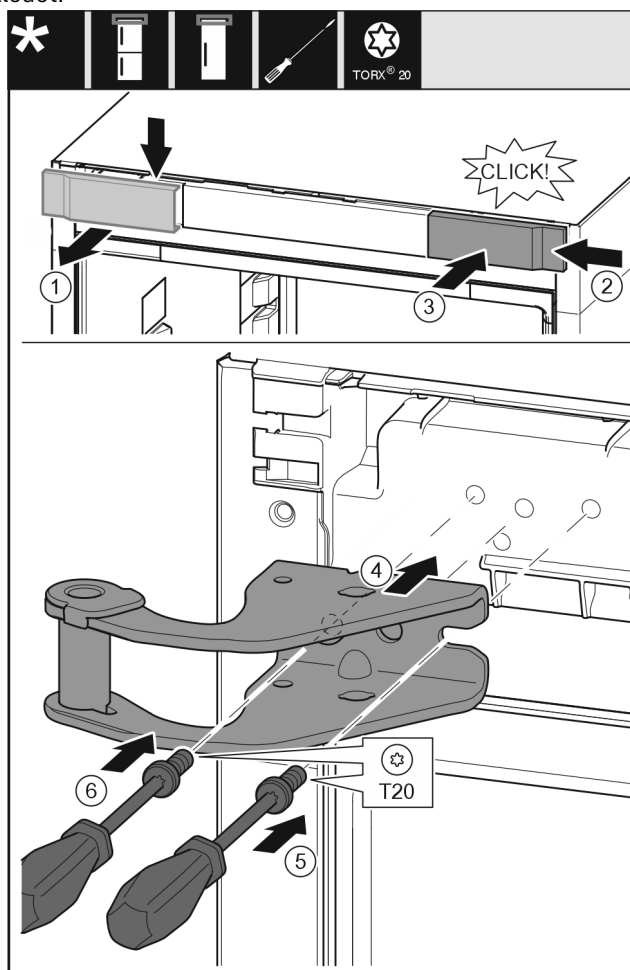

Fig. 31
- ▶ Tag afdækningen af opefter. Fig. 31 (1)
- ▶ Drej afdækningen 180°, og anbring på plads i den anden side fra højre. Fig. 31 (2)
- ▶ Sørg for, at afdækningen går i indgreb. Fig. 31 (3)
- ▶ Anbring den øverste hængselkonsol. Fig. 31 (4)
- ▶ Sæt skruen i med skruetrækkeren T20, og stram den. Fig. 31 (5)
- ▶ Sæt skruen i med skruetrækkeren T20, og stram den. Fig. 31 (6)